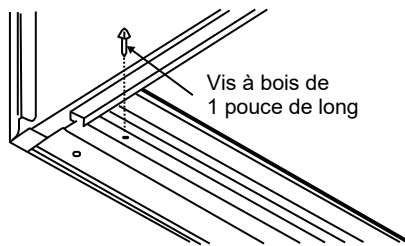

Fig. 6
4. Fixez le rail inférieur à l'encadrement en bois avec deux grandes vis à bois de 1 pouce (2,5 cm) de long dans les deux trous de la traverse sur l'encadrement. (Voir fig. 6.)